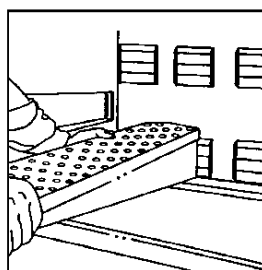

Figure 6
7. Installer le doigt dans le four en le glissant sur la bride du caisson et en posant la ferrure avant. **(Voir Figures 6 et 7.)** S'ASSURER QUE LE DOIGT REPOSE BIEN SUR LES BRIDES DU CAISSON ET QUE LES TROUS POINTENT DANS LE BON SENS. Les doigts supérieurs pointent vers le bas, les doigts inférieurs pointent vers le haut. **(Voir Figure 8.)**
8. Répéter l'étape 7 jusqu'à ce que les huit (8) doigts soient installés.